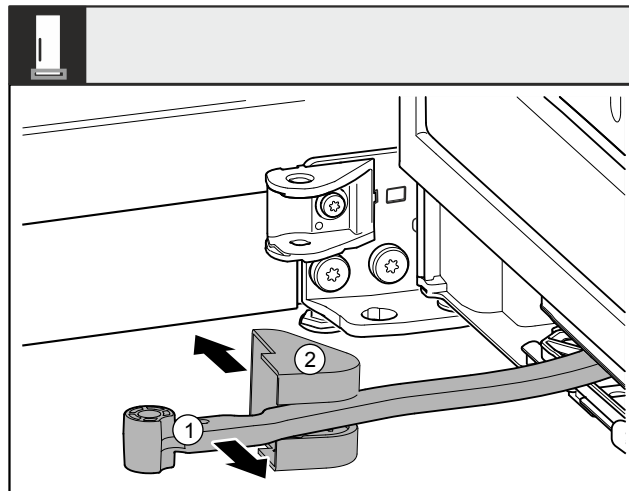

Fig. 11
- ▶ Завъртете шарнира Fig. 11 (1) в посока към вратата.
- ▶ Отстранете капака на лагерната стойка Fig. 11 (2).